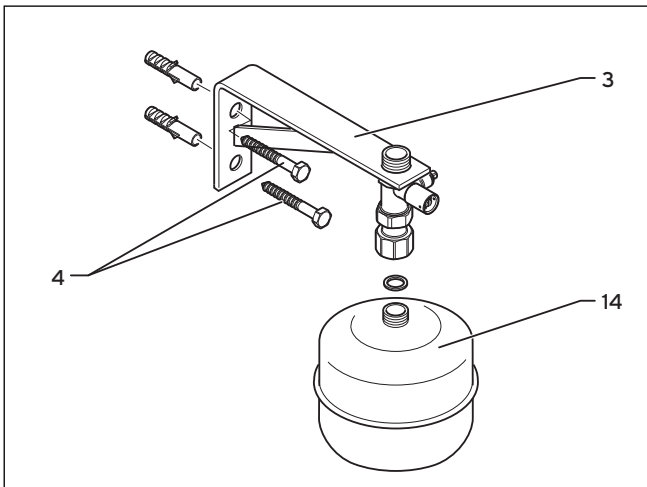

Fig. 4.2 Sujeción del vaso de expansión solar de 18 l o 25 l
- Fije el soporte (→ **Fig. 4.2**, pos. 3) con tacos y tornillos (→ **Fig. 4.2**, pos. 4) a la pared.
- Atornille el vaso de expansión solar (→ **Fig. 4.2**, pos. 14) a la válvula de corte.
- Asegúrese de que existe una conexión entre el circuito solar y el vaso de expansión solar (→ **Fig. 4.2**, pos. 14).